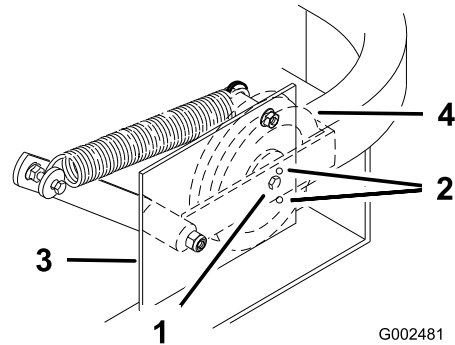

Figura 52
Importante: Compruebe que la correa está instalada en las guías de correa delantera y trasera (Figura 52).
- Compruebe la tensión de la correa. El perno central de la polea tensora tensada con muelle debe estar cerca del taladro de alineación superior del soporte izquierdo (Figura 52).